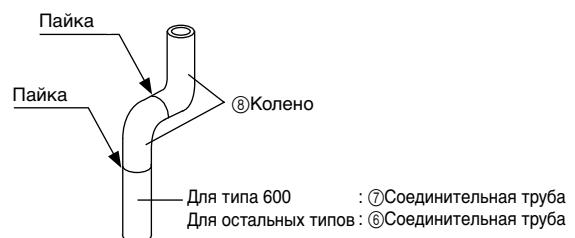

Рис. 4
- (1) Выньте медную заглушку и резиновое уплотнение, прикрепленное к трубопроводу и фланцу распределителя (газ) (опция).
- (2) Выполните сборку извне прибора, используя колено (⑧), соединительную трубу (⑦) (для типа 600) или соединительную трубу (⑥) (для остальных типов) и припаяйте. (см. Рис. 4.)